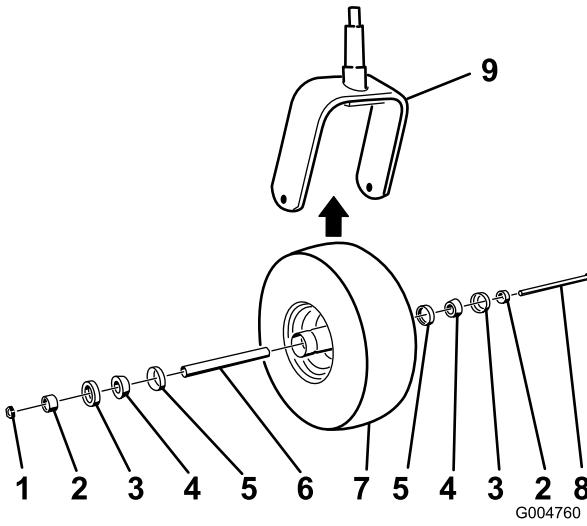

Figura 45
2. Rimuovete il dado di bloccaggio dal bullone (Figura 45).
5. Montate la ruota orientabile premendo i cuscinetti conici e gli schermi, lubrificati con grasso, nel mozzo della ruota, posizionata come illustrato nella Figura 45.